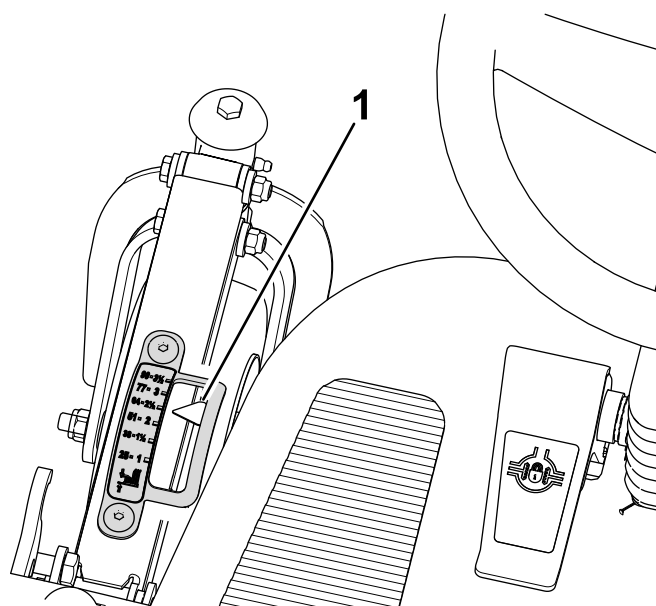

Figure 101
1. Réglez la hauteur de coupe à 64 mm (Figure 101).